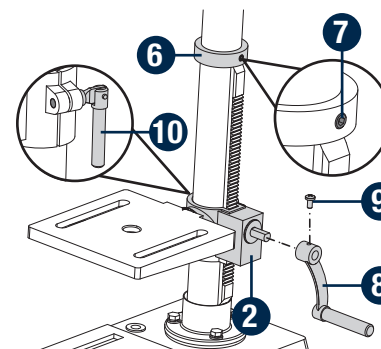

Fig. 5
- Insérez la poignée de manivelle de support de plateau (8) dans l'arbre d'engrenage à vis sans fin sur le côté du support de plateau (2). Assurez-vous que la vis de réglage (9) est alignée sur le plat de l'arbre et aussi près que possible du support de plateau. Serrez la vis de réglage (fig. 5).
- Positionnez le plateau dans la même direction que la base et serrez la poignée de verrouillage de la colonne (10).